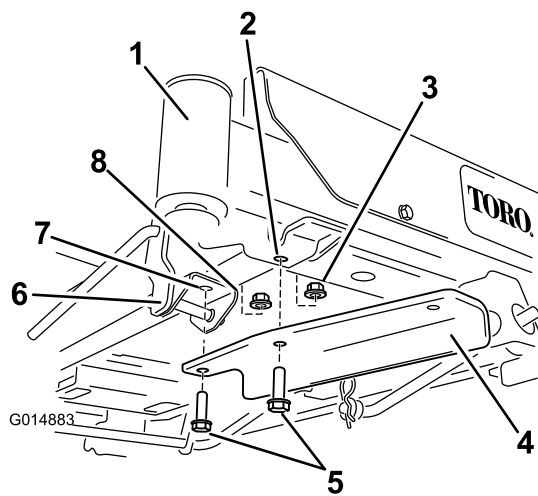

Figura 7
- Si la máquina tiene un pedal de elevación asistida, retire las fijaciones delanteras del soporte del pedal de elevación asistida y sujete el soporte con 2 pernos y 2 contratuercas (Figura 7).